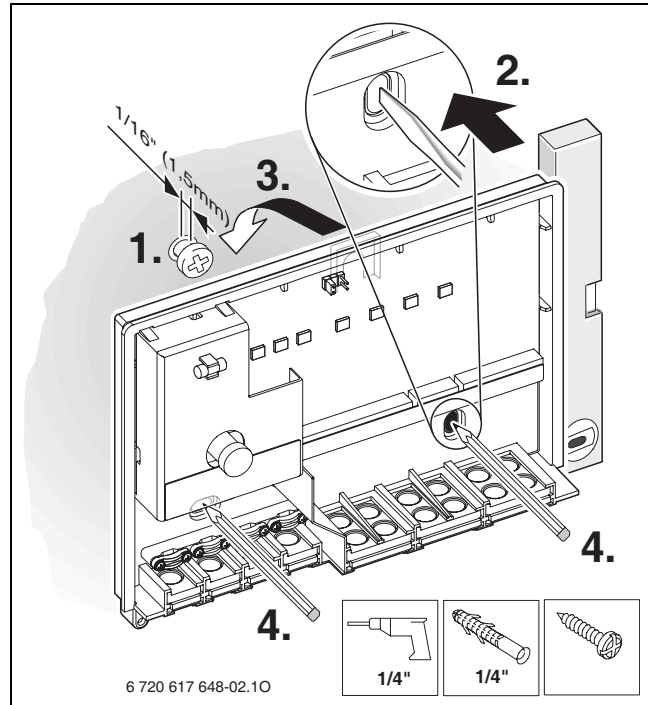

Fig. 8 Vis de fixation supérieure
- ▶ Pour la vis de fixation supérieure, percer un trou d'un Ø ¼" de 6 mm, insérer la cheville et enfoncer la vis de 0.05" (1,5 mm) (→ fig. 8).
- ▶ Percer des trous d'un Ø ¼" de 6 mm et insérer les chevilles (→ fig. 8).